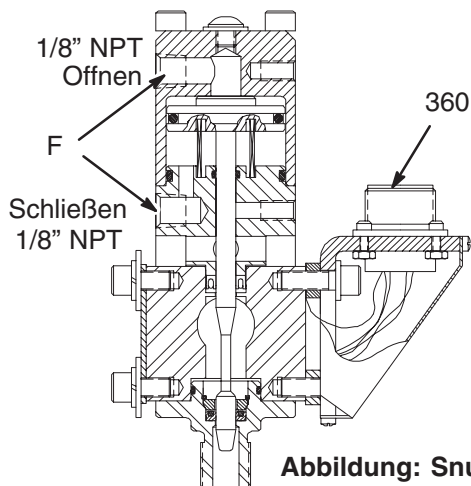

Abb. 4
Schließen Sie die Luftleitungen an den Luftanschlüssen (A) des Extrusionsventils und achten Sie dabei darauf, die entsprechenden Luftleitungen mit den richtigen Anschlüssen zu verbinden (siehe Abb. 4).
Befestigen Sie den Materialschlauch sicher an der Material-einlaßöffnung des Extrusionsventils (A). Siehe Abb. 4.